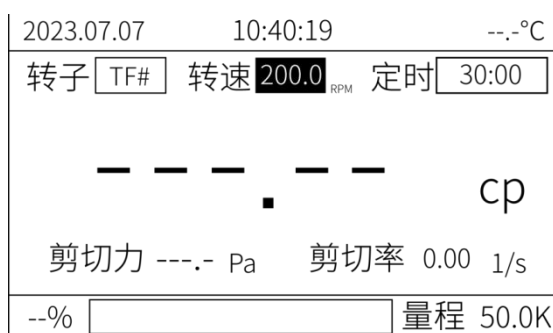

图 3
(6) 按◀或▶键可切换到转速位置，光标停在如图 3 的 200.0 转/分的位置。